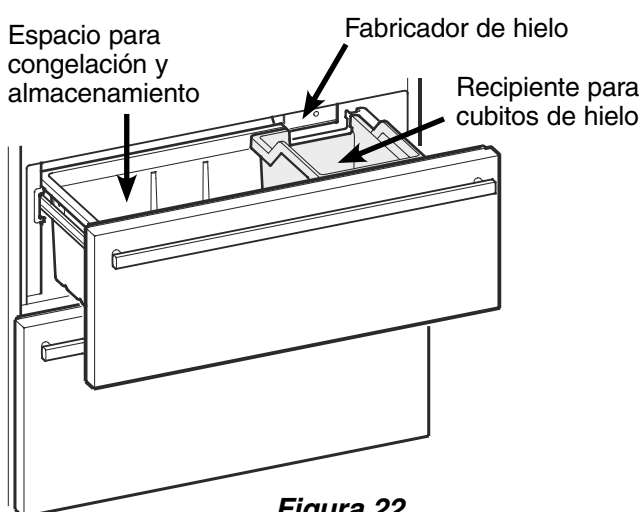

Figura 22
## Descripción del compartimiento congelador - Figura 22
- El fabricante de hielo puede producir cubitos de hielo únicamente si el cajón superior del congelador está completamente cerrado y el recipiente para cubitos de hielo se encuentra instalado correctamente (**Figura 22**).
- Por último, limpie el cajón de cubitos de hielo (**Figura 22**).
Los cubitos de hielo caen dentro del recipiente para cubitos de hielo (**Figura 22**). A partir de una determinada cantidad de llenado se interrumpe automáticamente la producción de cubitos de hielo. El fabricante de hielo no llenará el recipiente hasta arriba.
Asegúrese de que el cajón superior del congelador esté completamente cerrado y el recipiente para cubitos de hielo se encuentre instalado correctamente (**Figura 22**).